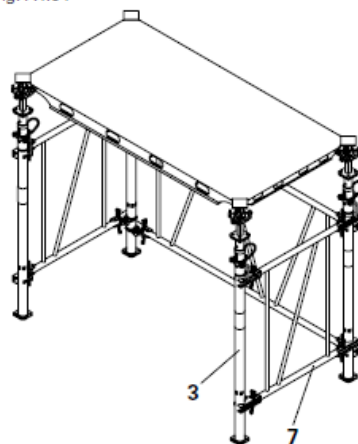

Fig. A4.05
9. Pôr o bastidor ADB (7) no quarto prumo (3). (Fig. A4.05)